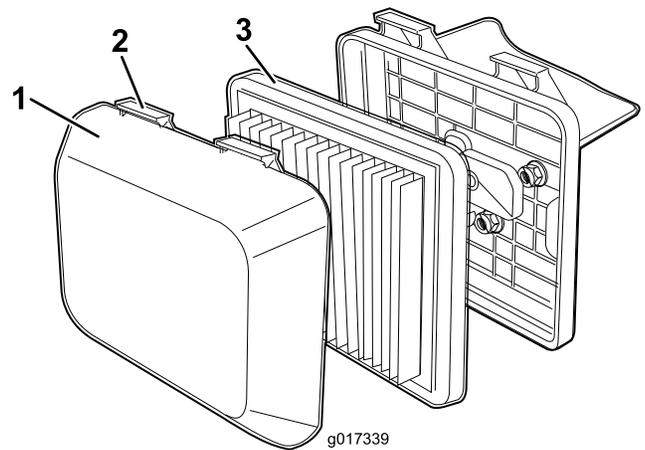

Figura 20
1. Presione hacia abajo los cierres de la parte superior de la tapa del filtro de aire (Figura 20).
3. Retire los elementos del filtro de aire (Figura 20).